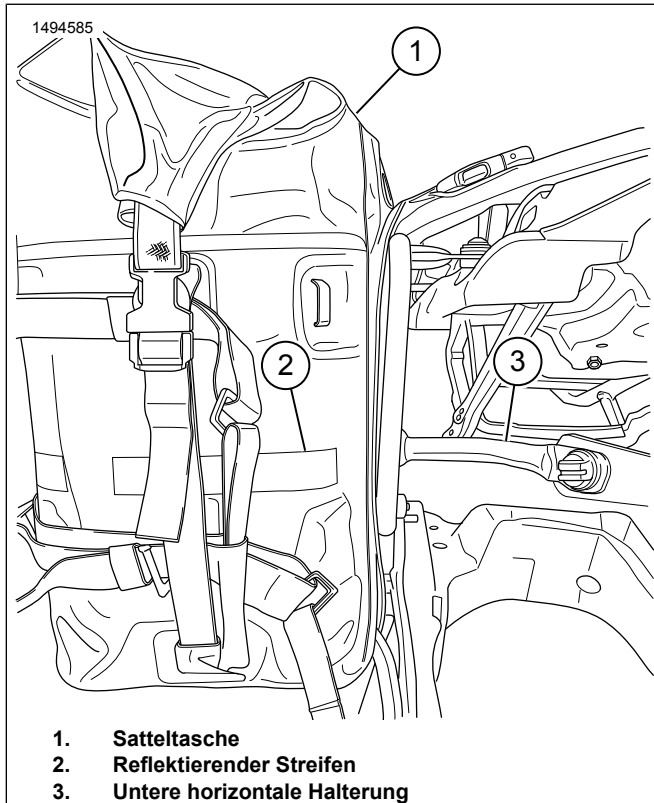

Abbildung 4. Satteltasche einbauen
5. Abbildung 4 Den reflektierenden Streifen (2) an der Satteltasche mit der unteren horizontalen Halterung (3) ausrichten. Die Riemen nach Bedarf einstellen.